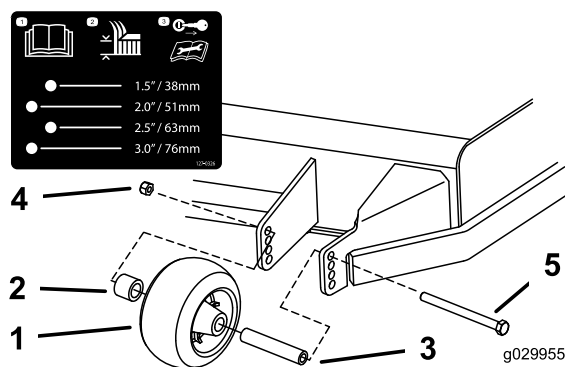

Figura 29
- Ajuste os rolos antitanos como se mostra na Figura 29.